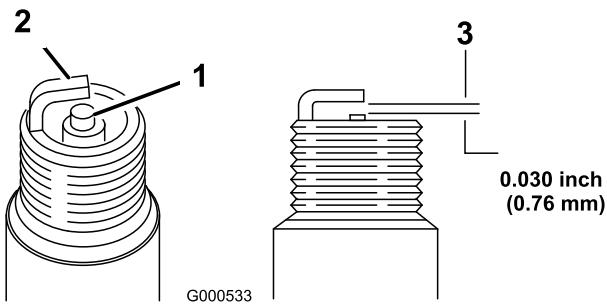

図 53
2. すきまゲージでエア・ギャップの点検を行い、隙間の大きさが適切でなければ側面の電極を注意深く曲げて調整する(図 53)。
1. 中央の電極部(図 53)を観察する。